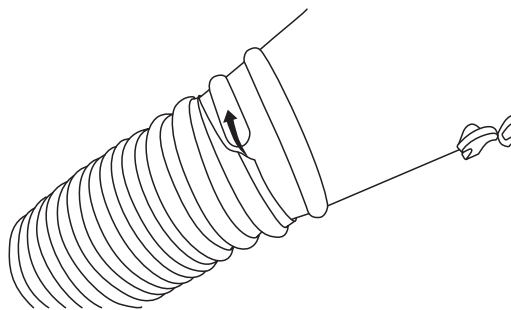

Fig. 14b
- Para volver a colocar el tubo de conducto de aire para casco para soldar, enrósquelo en la brida de suministro de aire del casco para soldar al girarlo **hacia la izquierda**. Enrosque el tubo de conducto de aire para casco para soldar mediante dos (2) rotaciones completas o hasta que quede ajustado (Fig. 14b).